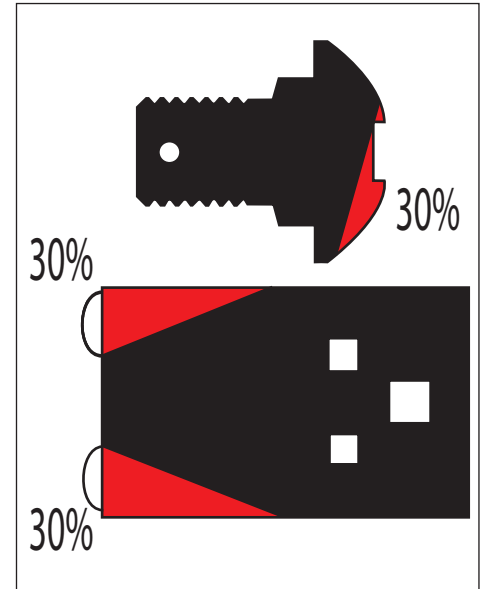

Abb. 18
- Wenn der Klingensatzbolzen am Kopf abgenutzt ist (1, Abbildung 18), kann dies zu einem schweren Unfall führen, bei dem die Klinge weggeschleudert wird. Tauschen Sie den Klingensatzbolzen sofort aus, wenn die Delle verschwunden ist. Tauschen Sie auch die Klinge aus (oder drehen Sie sie um), wenn sie bis zu 30% abgenutzt ist (Abb. 18).